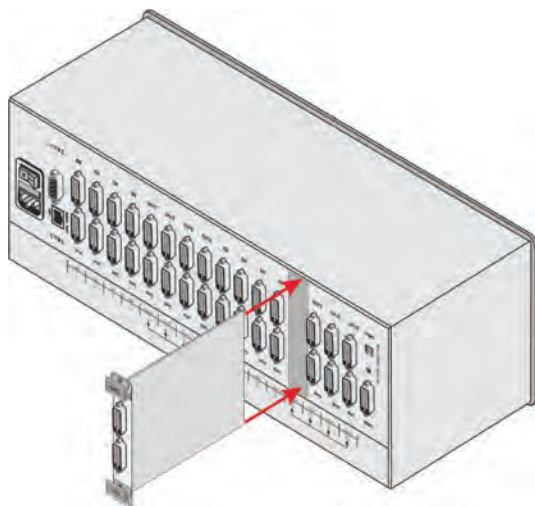

Рис. 11. Установка платы в слот.
**Чтобы установить плату ввода/вывода так, как показано на рис. 11:**